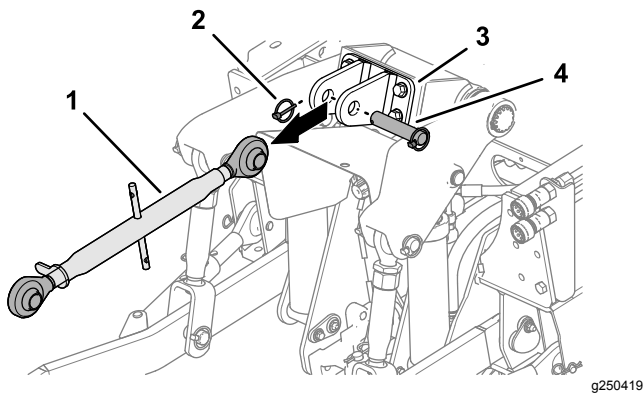

Figura 25
3. Se estiver instalado, retire o pino de sujeição, o passador de forquilha e a ligação de 3 pontos superior do suporte da ligação superior (Figura 25).